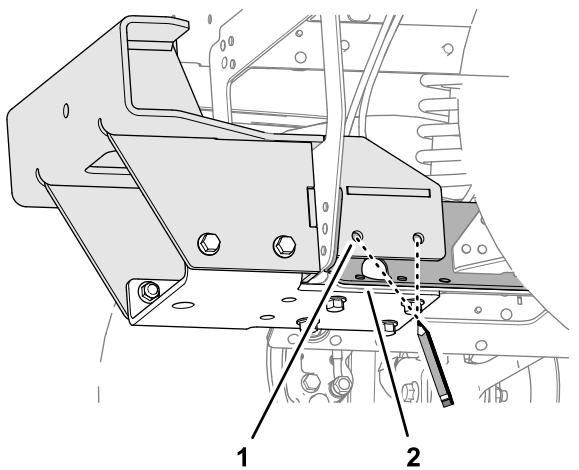

**Figure 52**
1. Fixez légèrement le support inférieur, le support du ramasse-balles et le profilé central à l'aide de 8 boulons à embase ( $\frac{3}{8}$ " x 1") et 8 contre-écrous à embase ( $\frac{3}{8}$ " ), comme montré à la Figure 52.